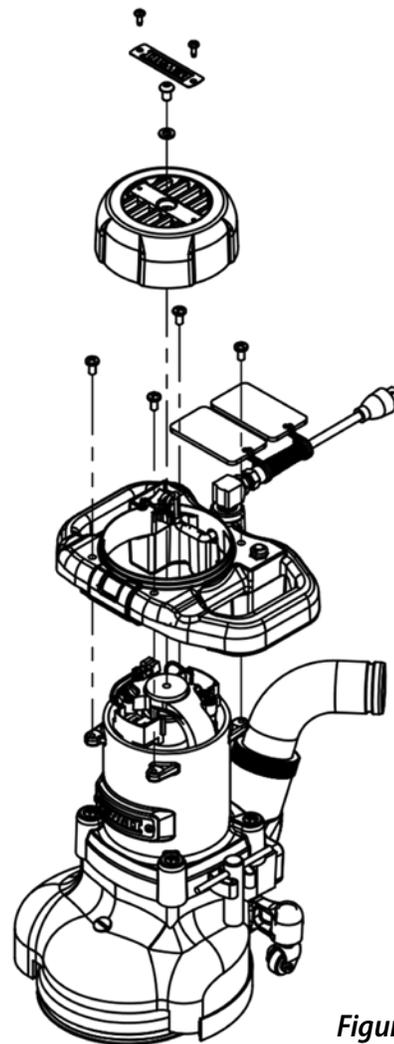

Figure 11
- 1 Retirez le couvercle du moteur. Voir la Figure 11.